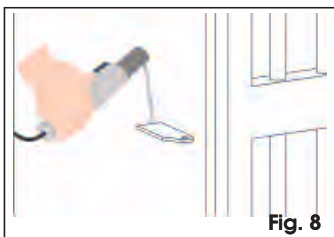

Fig. 8
- Nel caso di pilastri in ferro saldare la staffa direttamente al pilastro (Fig. 8).